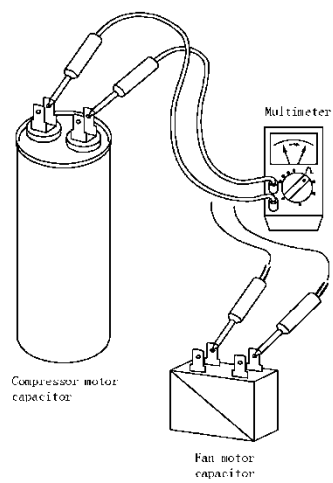

Fig. 3
- 1) Отсоедините токоподводящие провода от клемм конденсатора, после чего приложите щупы омметра к клеммам конденсатора, как показано на рис. 3.
| Fig. 3                     | Рис. 3                                   |  |